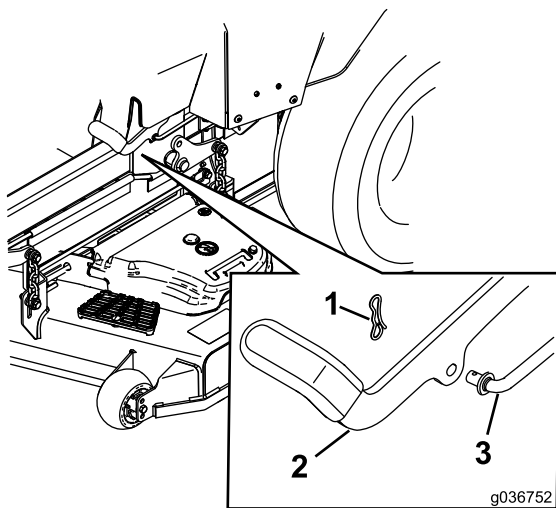

Рисунок 60
6. Если необходима регулировка, выключите стояночный тормоз. Извлеките шплинт из оси тяги тормоза (Рисунок 60).